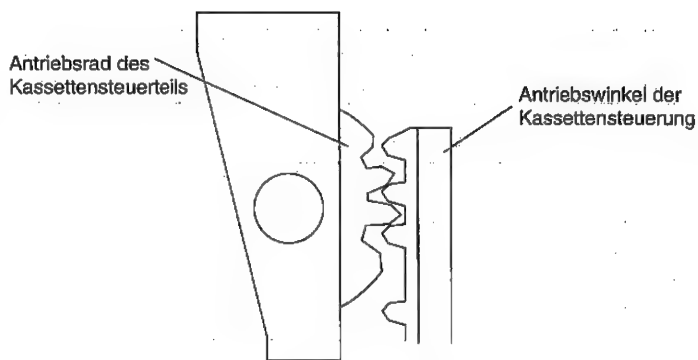

Abbildung 4-2.
1. Vor dem Einbau des Steuerteils einen Kurzschluß zwischen TP5005 und TP5006 herstellen. Beide befinden sich auf der linken Seite der Hauptplatine. Netzstecker anschließen. Das Antriebsrad des Kassettensteuerteils bewegt sich und stoppt genau an dem Punkt, an dem das große Zahnrad im Fenster des Laufwerkchassis erscheint. Zahn 2 des Kassettensteuerzahnades mit Zahn 3 des Antriebswinkels der Kassettensteuerung ausrichten, wie in Abb. 4-2 dargestellt. Damit wird das Kassettensteuerteil in seine korrekte Position auf dem Laufwerkchassis geführt.